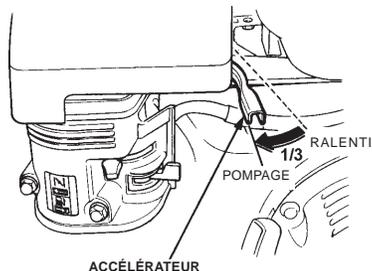

Figure 9. Accélérateur (en position de démarrage)
2. Déplacer l'**accélérateur** (figure 9) d'un tiers de sa course vers la position de régime rapide.
4. Régler l'**enrichisseur** (figure 9) à la position **FERMÉ** si le moteur est **chaud** ou par **temps chaud**.